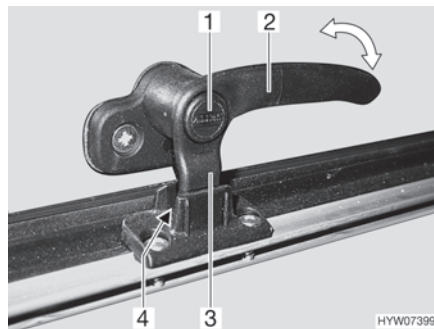
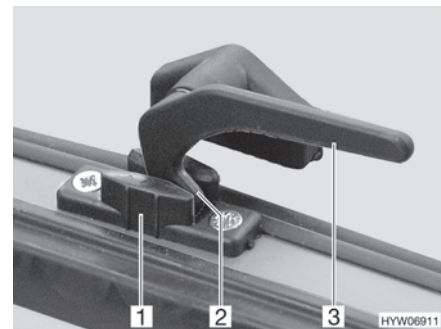

Fig. 71 Leva di serraggio con bottone di sicurezza in posizione "Aerazione continua"
Fig. 72 Leva di serraggio in posizione "Aerazione continua"
- In posizione di "Aerazione continua" (Fig. 71 e Fig. 72)
- Se presente, premere e tenere premuto il bottone di sicurezza (Fig. 71,1).
- Ruotare la leva di serraggio (Fig. 71,2 o Fig. 72,3) di un quarto di giro verso il centro della finestra.
- Girare nuovamente all'indietro la leva di serraggio. Riportare contemporaneamente il nasello di chiusura (Fig. 71,3 o Fig. 72,2) della leva di serraggio nella rientranza della chiusura della finestra (Fig. 71,4 o Fig. 72,1).
- Se presente, rilasciare il bottone di sicurezza (Fig. 71,1).